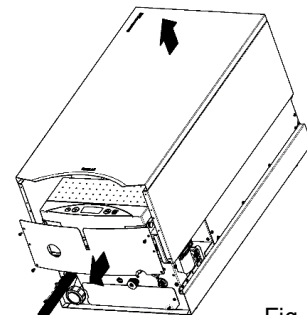

Fig. 1
5. Scoateți capacul frontal al cazanului prin deșurubarea șuruburilor de fixare corespunzătoare (fig.1).